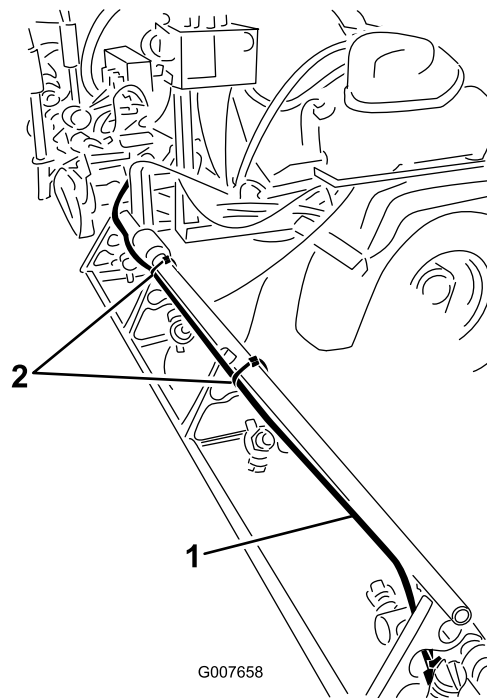

Figura 29
4. Encaminhe o conjunto dos tubos pelo lado traseiro do poste de suporte superior da secção da rampa exterior, como se mostra na Figura 29.
6. Prenda o conjunto dos tubos à secção da rampa exterior com braçadeiras de cabos como se mostra na Figura 29.